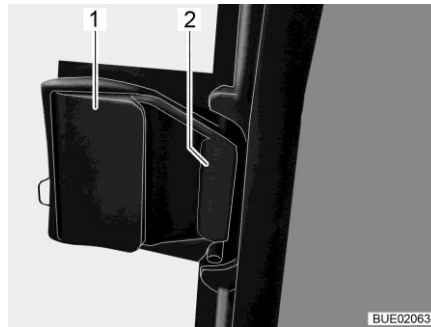

Fig. 117 Finestra scorrevole, bloccata
- Tirare l'elemento di sblocco (Fig. 117, 1). Il chiavistello (Fig. 117,2) si apre.